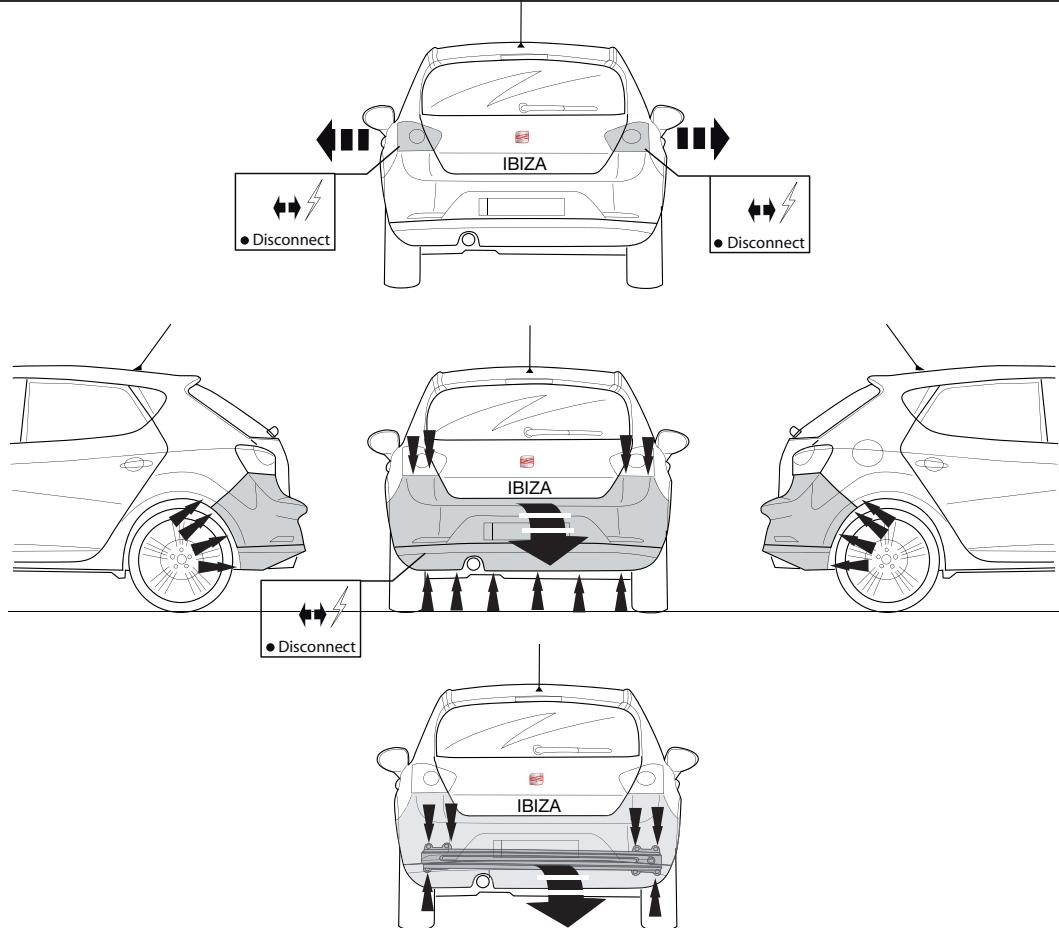

Fig.1
2. Снять бампер вместе со стальным буферным бруском автомобиля буферный брус больше не понадобится. Поставить гайки на место (См. рисунок 1).